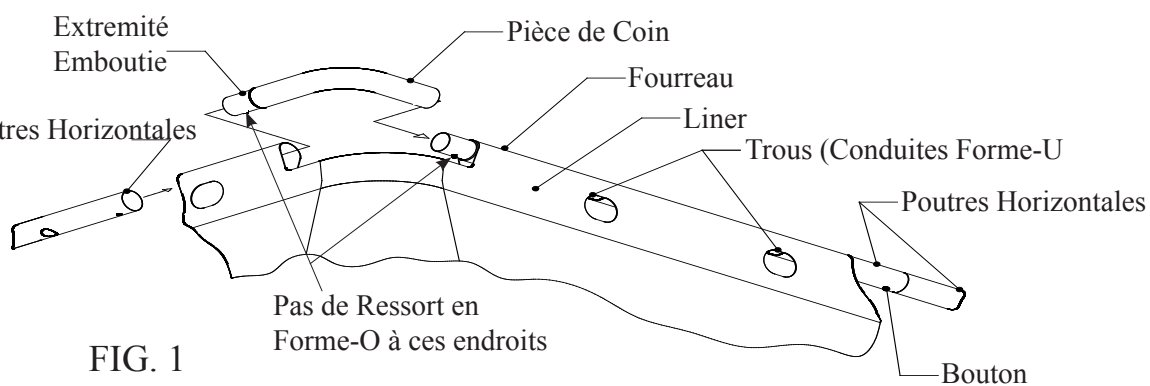

FIG. 1
2. Repérez les quatre conduites (Pièces de Coin) métalliques Fig. 1, ensuite placez une à chaque coin de la piscine. Maintenant repérez les (Poutres Horizontales), introduisez un (Resort en Forme-O) voir Fig 2, dans chaque petite extrémité emboutie de celles-ci seulement pour joindre en longueur les poutres ensemble. NOTEZ: Les (Ressorts en Forme-O) ne sont pas utilisés dans les extrémités des Poutres Horizontales qui s'attachent aux Pièces de Coin ou dans les Pièces de Coin elles-mêmes, veuillez voir en page 2
sur les deux courts côtés, tandis que les poutres longues se montent sur les deux côtés longs. Placez la moitié des poutres courtes le long de chaque côté court de la piscine et la moitié des poutres longues près de chaque côté long de la piscine. Commencez par glisser les Poutres Horizontales dans le fourreau de la piscine (**travaillez dans le sens des aiguilles d'une montre autour de la piscine en s'assurant que toutes les extrémités embouties soient dirigées dans le sens des aiguilles d'une montre**) voir Fig. 1 et référez-vous à "Vue d'Ensemble de Toutes les Pièces du Support Tubulaire" en page 2.
5. Raccordez les (Poutres Horizontales), poussez le bouton en même temps que vous introduisez chaque poutre dans l'extrémité de la poutre suivante. Tournez lentement chaque poutre pour aligner le bouton de l'une avec le trou de l'autre et s'assurer que le bouton s'est logé dans le trou, pour obtenir une connexion solide. Répétez cette procédure pour le restant des (Poutres Horizontales) et alignez les trous dans les Poutres avec les ouvertures du Fourreau de la piscine (Fig. 1), ces trous serviront au raccordement des supports en conduite en Forme-U sur les quatre côtés. Ensuite connectez les pièces de coin (**toujours en procédant dans le sens des aiguilles d'une montre avec les extrémités embouties dans le sens des aiguilles d'une montre**), joignez-les ensemble et répétez cette procédure pour les pièces de coin; si vous trouvez une difficulté à joindre la dernière pièce de coin, soulevez l'extrémité des deux conduites d'un angle permettant l'emboîtement de l'une dans l'autre tout en les abaissant lentement jusqu'à que les pièces s'emboîtent parfaitement. Maintenant il est temps de vérifier toutes les connexions des (Poutres Horizontales) et des (Pièces de Coin).